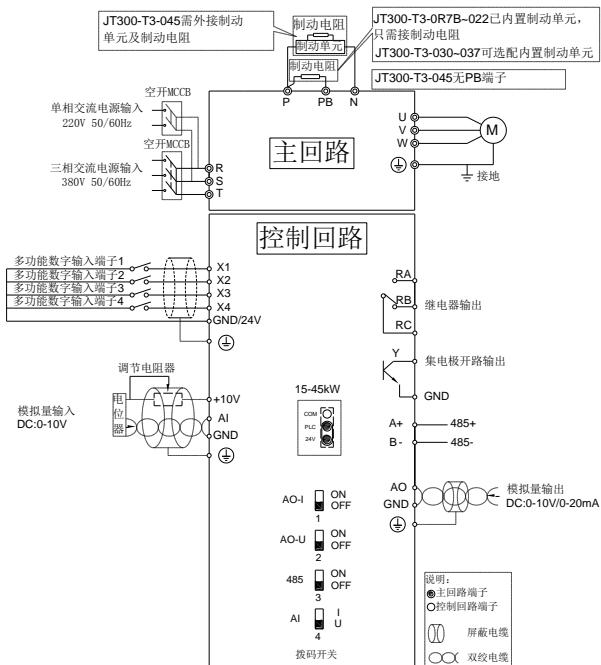

图 3-2 变频器 15-45kW 接线示意图
2) JT300 系列变频器 15-45kW 接线方式如图 3-2 所示：